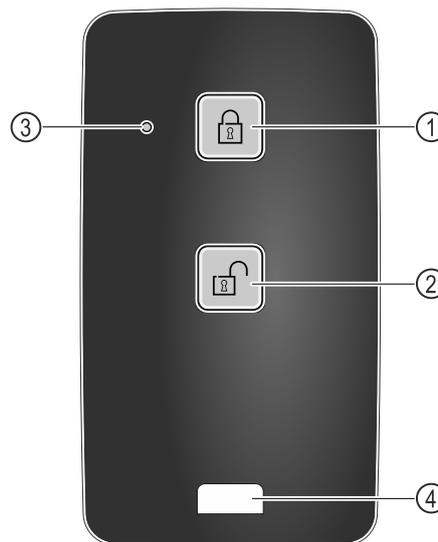

Fig. 219
- (1) Bloccare la serratura
- (2) Sbloccare la serratura
- (3) LED di stato
- (4) Occhio di fissaggio
- Premere il tasto Fig. 219 (1) sul telecomando.
- Premere il tasto Fig. 219 (2) sul telecomando.
- Il LED di stato Fig. 219 (3) fornisce un feedback visivo quando viene premuto un pulsante.
- Occhio Fig. 219 (4) per agganciare il telecomando, ad esempio a un portachiavi.